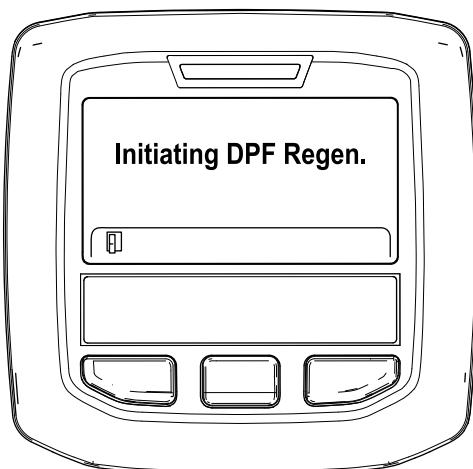

Figura 31
- A. Se muestra el mensaje "Initiating DPF Regen." (Iniciando regeneración de DPF) (Figura 31).